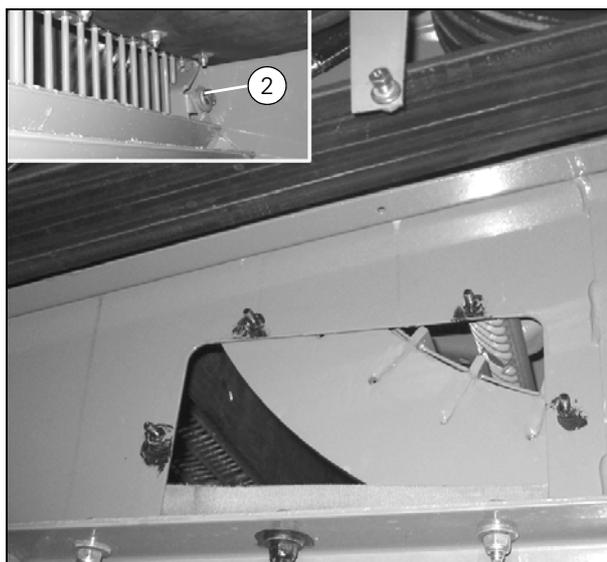

Рисунок 59
5. Ослабьте кронштейн на подбарабанье барабанного сепаратора. Доступ к подбарабанью осуществляется через смотровой люк. См. (Рис. 59).